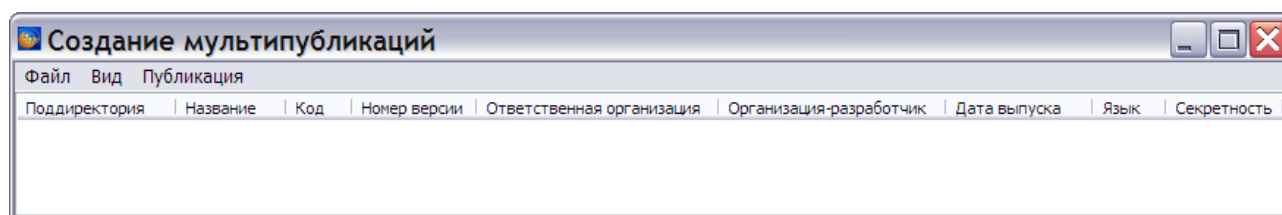

Рис. 204
3. Запустите файл утилиты TGMultipubCreator.exe. После этого откроется окно **Создание мультипубликаций** (Рис. 204).